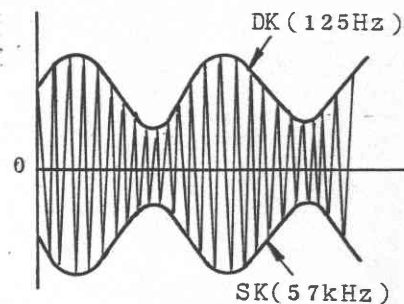

図9
- (1) 4-6-1(3)項にさらに㉑ DKスイッチをONにします。
- (2) ⑰ METER FUNCTIONスイッチをDKにします。そして㉒ DK 125Hz半固定VRをまわして指示計のDKマーク(30%)に合わせます。
- (3) ⑬ MPX OUTPUT端子からSK(57kHz)をDK(125Hz)で振幅変調した図9の波形が出て来ます。
- (4) 同時に㉓ DK OUTPUT端子から125Hzがとり出せます。